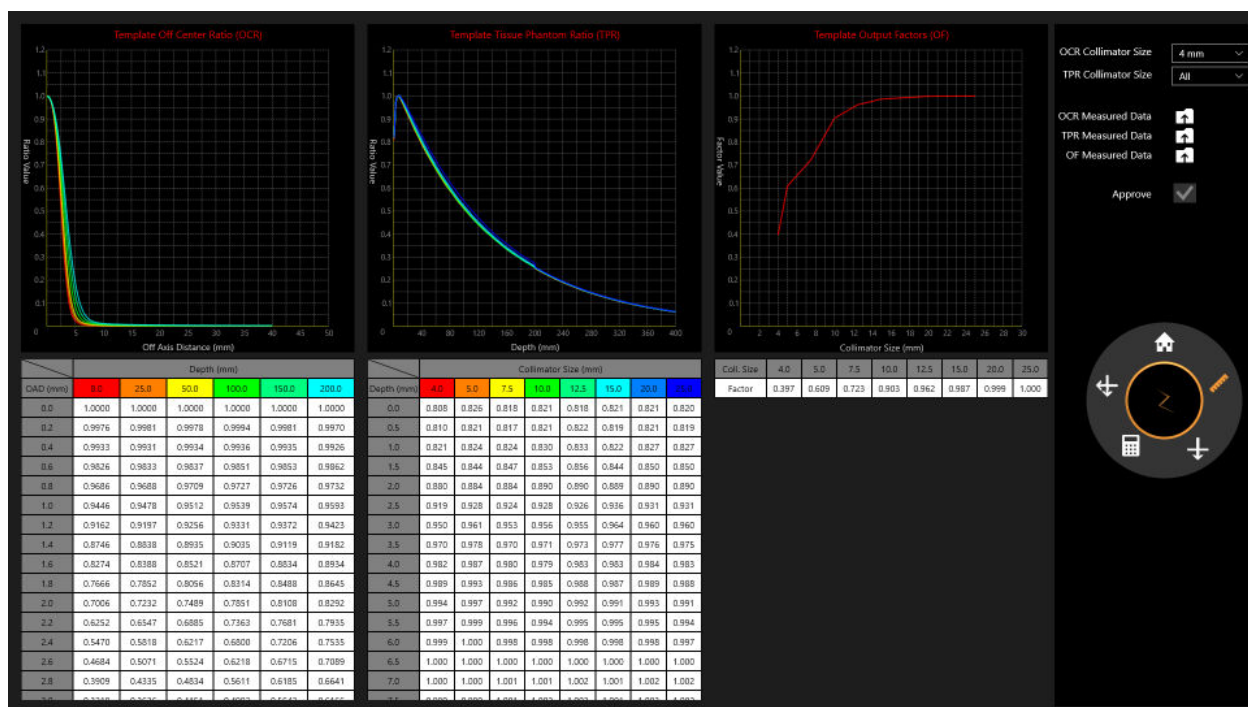

Figure 10.6 : Examen des données de faisceau mesurées
4. Examinez tous les collimateurs et les données correspondantes (consultez la Figure 10.6).